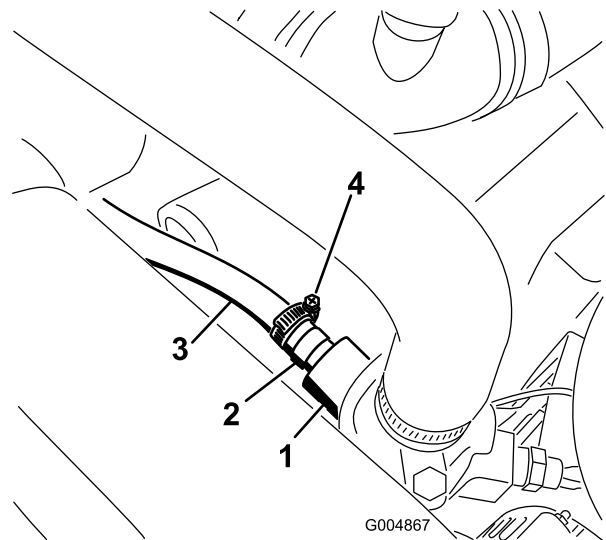

Figura 16
3. Montate il raccordo dell'adattatore del flessibile sull'alloggiamento del termostato del motore (Figura 16).
4. Collegate l'estremità libera del flessibile della pressione al raccordo dell'adattatore dell'alloggiamento del termostato del motore (Figura 16).
Nota: Fissate il flessibile al raccordo dell'adattatore con una fascetta stringitubo. Disponete il flessibile sotto al filtro dell'aria, come mostrato nella Figura 16.
Nota: Disponete i flessibili lontano da eventuali oggetti caldi, rotanti o taglienti. Fissate insieme i 2 flessibili dell'accoppiatore con una fascetta per cavi, come illustrato nella Figura 16.